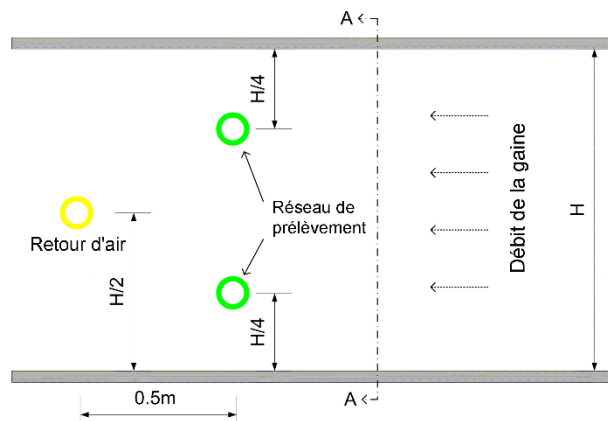

Figure 5 : Vue latérale des positions des réseaux de prélèvement et de retour d'air d'une grande gaine de ventilation.
Les gaines sont définies comme grandes lorsque leur largeur est comprise entre 1 et 2 m. Pour ces gaines de ventilation, il est recommandé que le réseau de prélèvement du détecteur de fumée soit en deux branches. La figure ci-dessous (Figure 5) montre une vue latérale d'une section de gaine avec les points d'insertion relatifs pour les réseaux de prélèvement et de retour d'air. Les deux branches d'entrée sont situées à un quart de la hauteur (H) de la gaine, le retour d'air étant inséré à mi-hauteur, à environ 0,5 m en aval des réseaux de prélèvement.